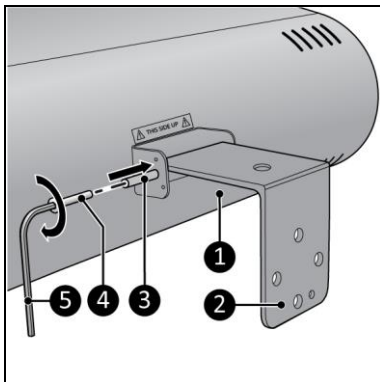

Figura 5
1. Așezați corpul principal (Figura 5, poz. 1) pe o suprafață stabilă, cu autocolantul de atenționare „THIS SIDE UP” („CU ACESTĂ PARTE ÎN SUS”) poziționat așa cum este indicat în imagine.
2. Așezați elementul de suspendare (Figura 5, poz. 2) printre suportul dispozitivului.
4. Înșurubați și strângeți șurubul cel mare (Figura 5, poz. 4) și piulița (Figura 5, poz. 3) cu o cheie imbus (Figura 5, poz. 5).
6. Apăsați butonul MAX de pe telecomandă (Figura 5, poz. 2) pentru a ajunge direct la cel mai înalt nivel de încălzire.